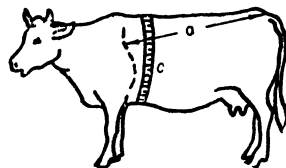

Рис. 10. Еще один способ обмера коровы
2. Измеряют обхват груди за лопаткой на расстоянии примерно ширины ладони от передних ног (c) и косую длину туловища — от плече-лопаточного сочленения до седалищного бугра (a). По этим двум числам определяется вес животного с использованием прилагаемой таблицы. Например, обхват груди (рис. 10)—200 см, косая длина туловища — 170 см, вес животного составит 597 кг (см. табл.).